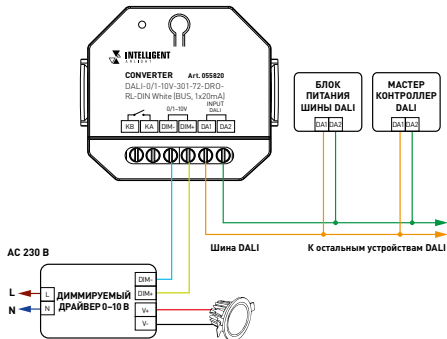
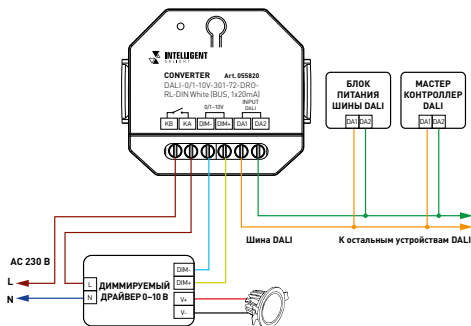

Рис. 2. Подключение конвертера в режиме 0–10 В
Рис. 3. Подключение конвертера в режиме 1–10 В
- 3.2. Подключите конвертер в соответствии со схемой на рис. 2. или рис. 3 в зависимости от необходимого протокола конвертации.